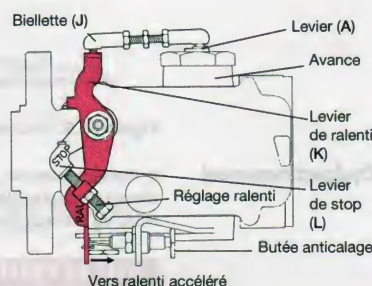

Figure 51.2. Commande externe du surcaleur DPC
Le levier de *ralenti* (K), commandé par l'élément thermostatique du moteur (ralenti accéléré à froid), est relié par une biellette (J) à un axe (F) solidaire d'une plaque excentrée (B) percée d'un trou (fig. 51.2 et 51.3).